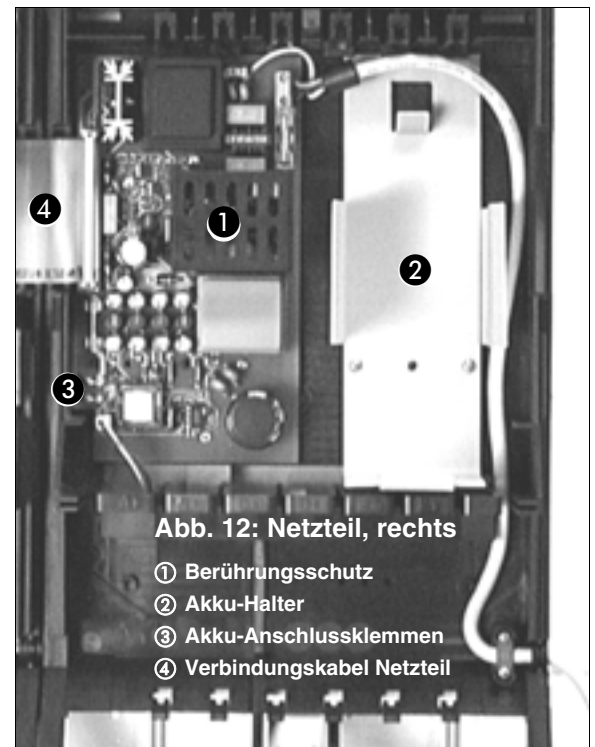

Abb. 12: Netzteil, rechts
Die Kunststoffabdeckung über dem Netzteil (Punkt ① in Abb. 12) dient dem Berührungsschutz vor gefährlichen Spannungen und darf nicht entfernt werden. Der Ladeelko des Schaltnetzteils kann im Störfall auch nach dem Abschalten noch lange Zeit geladen sein.
Trennen Sie die Basisplatine (Platine 1) im linken Gehäuseteil und das Netzteil im rechten Gehäuseteil voneinander, indem Sie das Verbindungskabel (**Punkt 4** in **Abb. 12 auf Seite I-23**) einseitig abziehen. Ziehen Sie außerdem den Stecker der V.24-Gehäusebuchse ab.